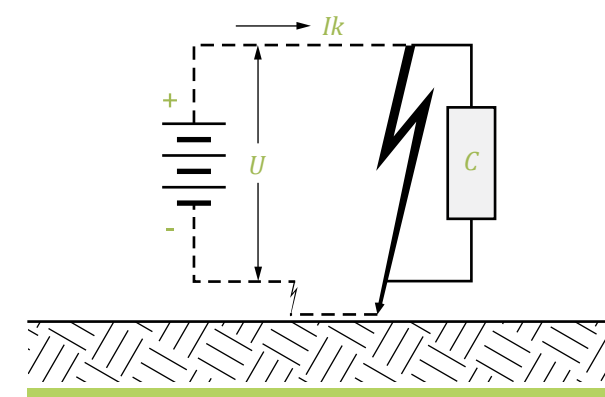

Figura 10
- » Cuarto caso: Esta situación (figura 10) involucra un doble contacto a tierra por lo cual el circuito de la corriente  $I_k$  también comprenderá a los cables y al camino que recorra fuera de estos,